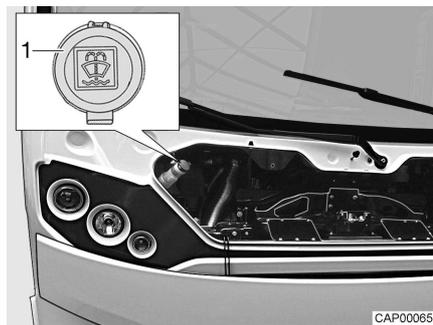

Bild 7 Einfüllstutzen (Scheibenwaschwasser)
- Deckel (Bild 7,1) am Einfüllstutzen des Waschwasserbehälters öffnen.